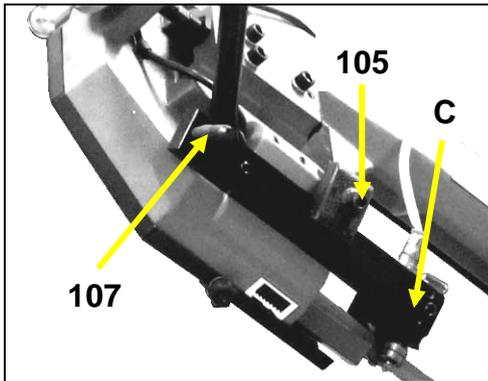

Fig 39
- Desserrez légèrement la vis 6 pans creux M10x45 (105) de façon à donner du jeu à la platine.
- Faites coulisser le guide mobile (C) à l'aide de la poignée (107) jusqu'à la position la plus appropriée (Fig 39 & 40), puis resserrez la vis (105).